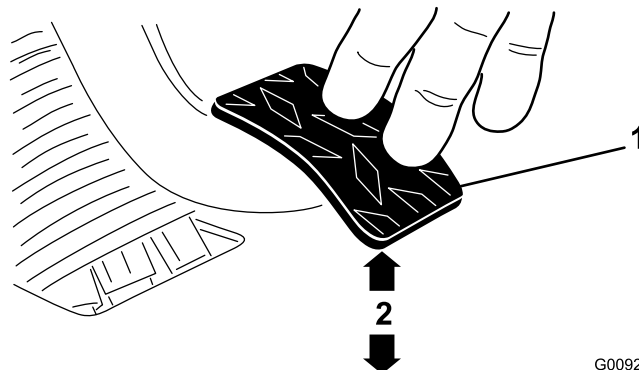

Figura 70
3. Regolate i controdadi o il giunto a sfera fino a quando, applicando sul pedale una forza di 1,8 kg, il bordo inferiore posteriore del pedale della frizione si trova a una distanza di  $9,5 \pm 0,3$  cm dalla superficie con motivo a rombi del pianale del veicolo (Figura 70).